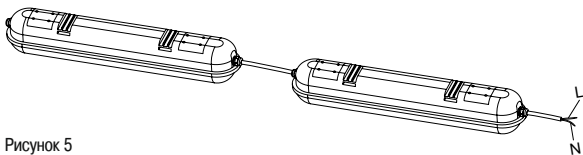

Рисунок 5
5.7 Конструкция светильника предусматривает шлейфовое соединение светильников в ряд (рисунок 5). Максимальное количество подключаемых светильников: ДСП 1421, ДСП 1424 – 30 штук, ДСП 1422, ДСП 1422А, ДСП 1425, ДСП 1425А – 15 штук, ДСП 1423, ДСП 1426 – 12 штук.